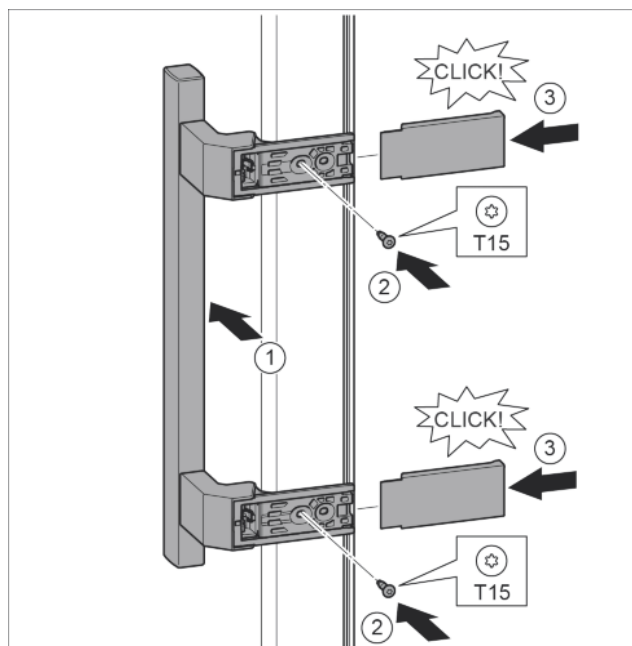

Fig. 22
- Установить ручку на противоположной стороне. Fig. 22 (1)
- Затянуть винты отверткой T15. Fig. 22 (2)
- Установить крышки сбоку и надвинуть. Fig. 22 (3)